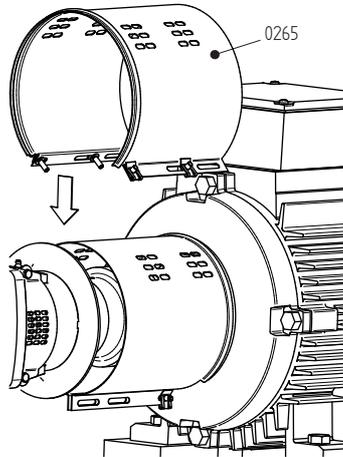

Abbildung 10: Montieren der Haube auf der Motorseite.
- 2 Die beiden Schutzhauben (0270) entfernen. Siehe Abbildung 10.